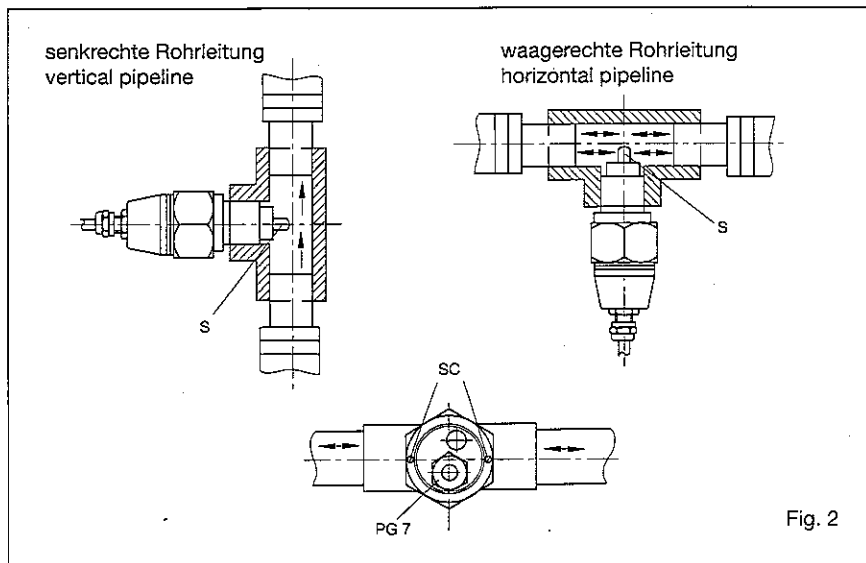

Fig. 2
2. Den Einbauort des Strömungswächters wie folgt wählen (siehe Fig. 2):
2. For best performance the monitoring head should be installed in the pipeline in accordance with the following conditions (see fig. 2).
3. Meßkopf mit Rohrfitting vergleichen und überprüfen, daß die beiden Meßfühler (S) im eingebauten Zustand im Strömungsmedium liegen (siehe Fig. 2), ohne den Rohrleitungsquerschnitt wesentlich zu verringern.
- ▼ Die beiden Meßfühler (S) müssen nebeneinander im Strömungsmedium liegen. Dies ist der Fall, wenn die Schrauben (SC) hintereinander in Strömungsrichtung stehen (siehe Fig. 2).
2. Beide Schlitzschrauben (SC) entsprechend Fig. 2 herausdrehen. Gehäusedeckel (G) abziehen.
3. The monitoring head should be screwed into the pipeline far enough to ensure that the sensors (S) are positioned fully in the flow stream (see fig. 2). However, care should also be taken that the sensor is not screwed in too far, thus causing an undue restriction in the pipe bore.
- ▼ The two sensors (S) on the monitoring head must be aligned side by side directly across the direction of flow. The sensors are correctly positioned when the screws (SC) are aligned parallel with the pipeline (see fig. 2).
2. Unscrew the two slotted-head screws (SC, fig. 2) and remove cover (G).